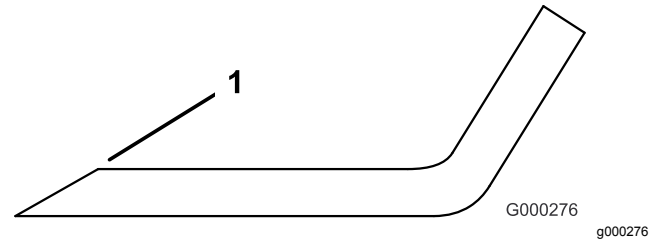

Figura 97
1. Utilice una lima para afilar el filo de corte en ambos extremos de la cuchilla (Figura 97).